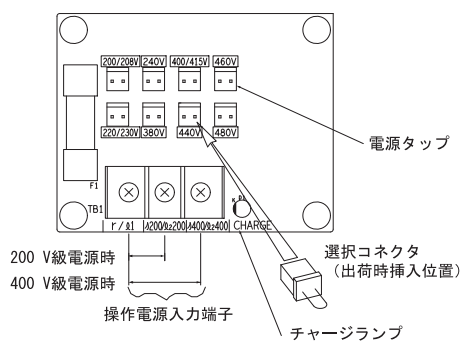

図 4.2 電源電圧選択コネクタ
4. インバータに供給する電源電圧に対応した位置（図 4.2 参照）に，コネクタを挿入してください。